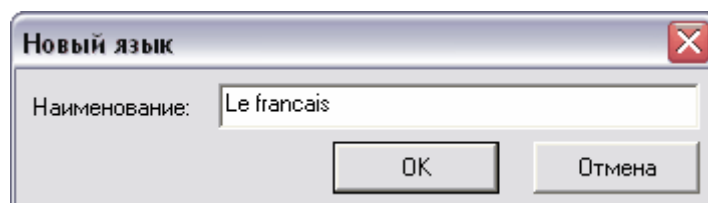

Рис. 104 Новый язык
2. Введите наименование языка (Рис. 104).